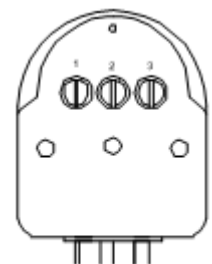

Рис.4
- Регулятор задержки времени выключения "TIME" (2) на минимальное время срабатывания (против часовой стрелки, положение "-", рис. 4).
- Регулятор освещенности "LUX" (3) на максимальный уровень освещенности (по часовой стрелке в конечное положение, «☀»).
- Регулятор чувствительности «SENS» (1) на максимум (по часовой стрелке в положение «+»).